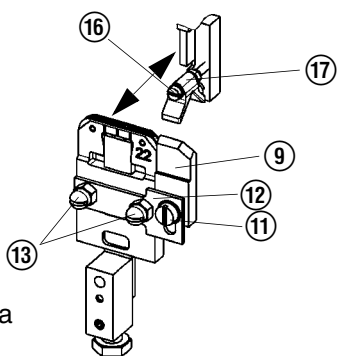

Abb. 19a
- Abb. 19a -
- Reiter ⑨ mit Halblech ⑫ mittels Muttern bzw. Schrauben ⑬ am Klinscherkasten befestigen.
- Klemmschraube ⑪ lösen.
- Reiter ⑨ im Langloch verschieben - die Höhe des Reiterprismas ⑨ auf ca. 0,5 mm oberhalb des Klinscherkastens einstellen.
- Klemmschraube ⑪ festziehen.